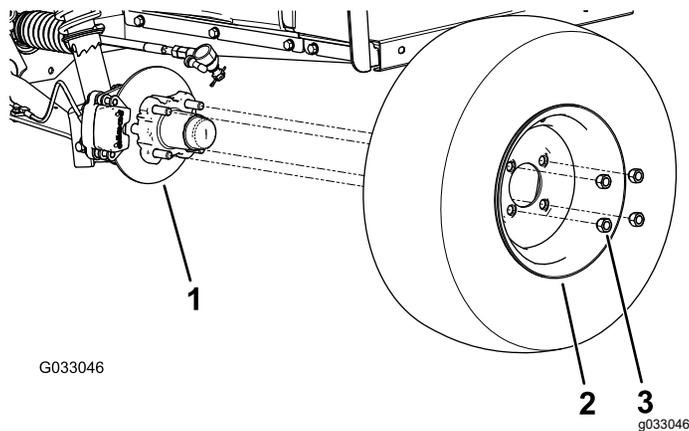

図 31
2. ホイールをハブに固定しているラグナット4個を外す 図 31。